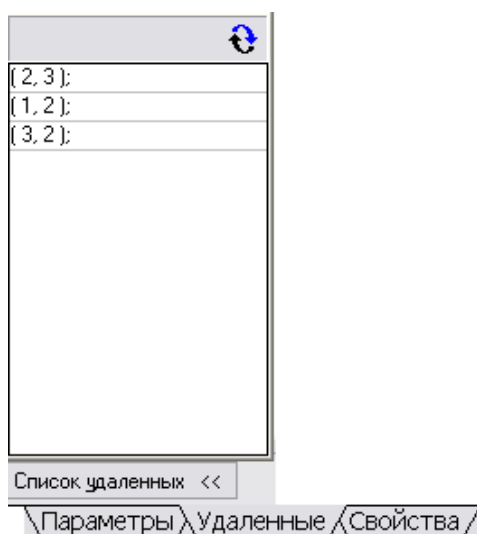

Рис. 7.17. Диалоговое окно для восстановления удаленных элементов
**Редактировать элемент**. На **Панели свойств** появятся элементы управления, позволяющие настроить параметры массива. Активизируйте вкладку **Удаленные**. На этой вкладке находится список удаленных элементов (рис. 7.17).